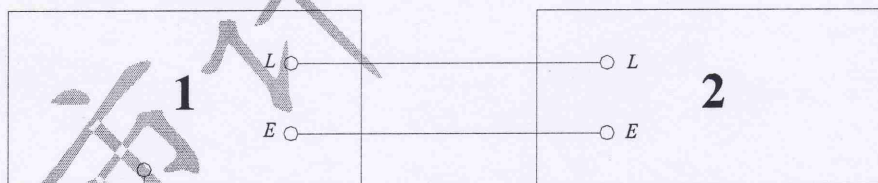

图 7 端电压检测连线图
5.4.1 将被检兆欧表和检定装置按图 7 连接好，兆欧表的 L 端接至检定装置端电压测量部分的 L 端，兆欧表的 E 端接至检定装置端电压测量部分 E 端，启动电压测试。